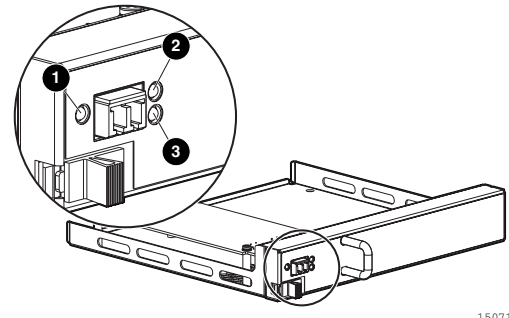

図 2: I/O モジュールのインジケータ
- グローバル ステータス インジケータ (図 2、①) を確認します。LED が消灯または黄色で点滅している場合は、障害を示します。
- グローバル ステータス インジケータ（図 2、❶）を確認してインジケータが点灯していること、黄色で点滅していないこと。